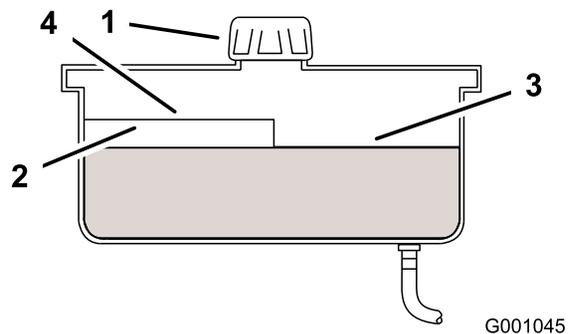

Figure 58
4. Nettoyez la surface autour du bouchon et du goulot de remplissage du réservoir hydraulique (Figure 58).
6. Vérifiez le niveau d'huile à l'intérieur du réservoir (Figure 58).
Remarque: Lorsque l'huile est chaude, elle doit atteindre le haut du repère "à chaud" sur le déflecteur (Figure 58).